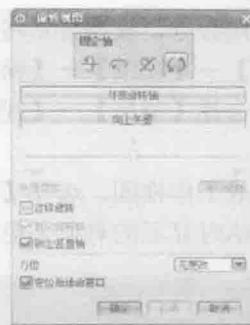

图 1-9 “旋转视图”对话框
4. 旋转。选择【菜单】→【视图】→【操作】→【旋转】命令，弹出如图 1-9 所示的“旋转视图”对话框，该对话框用于将模型沿指定的轴线旋转指定的角度，或绕工作坐标系原点自由旋转模型，使模型的显示方位发生变化，不改变模型的显示大小。